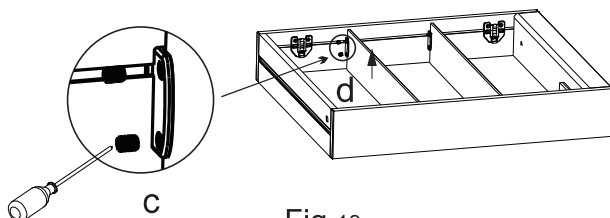

Fig.13
4.2.Retirez les 4 vis (c) des supports d'étagère et enlevez le verre d'étagère (d) (fig. 13).